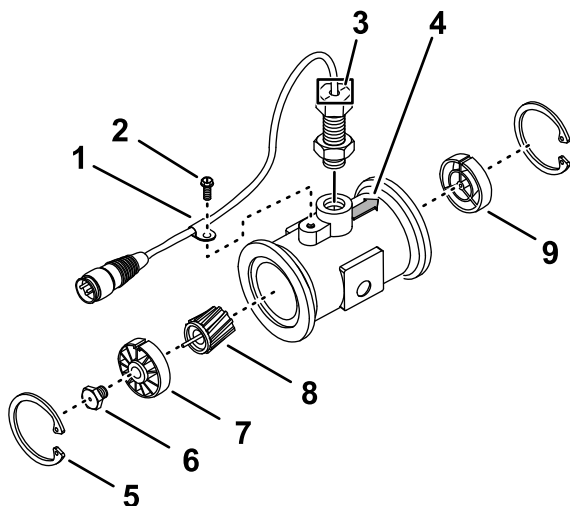

Figura 206
3. Rimuovete l'anello di ritenuta sul lato a monte (Figura 206).
7. Montate il sensore fino a quando non sfiora delicatamente la parte inferiore dell'alloggiamento, quindi estraete il sensore fino a quando i segni di allineamento non sono paralleli alla freccia di flusso del corpo flangiato (Figura 206).